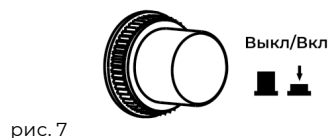

рис. 7
- Автоматический выключатель перейдет в положение «Выкл» автоматически, если ток превышает номинальную мощность. Если это произошло, остановите двигатель и отключите все устройства от генератора. Удостоверьтесь, что подключенная нагрузка была рассчитана правильно и не превышает номинальную мощность генератора. Запустите генератор, нажмите на кнопку предохранителя постоянного тока и подключите к нагрузке (рис. 7).